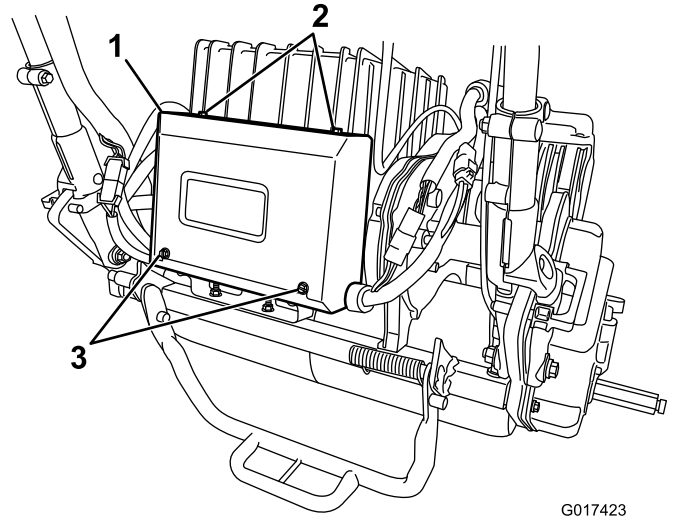

图41
2. 拆下电器箱上的 2 颗后部螺丝松开 2 颗上部螺丝然后拿開箱盖图41。